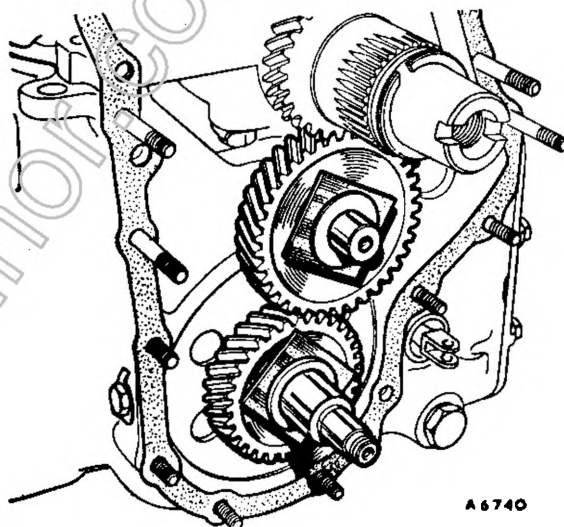

Fig. Aa. 13
25. Montare sull' ingranaggio secondario lo attrezzo 18G 1098 interponendo una rosetta di cera (fig. Aa. 13).